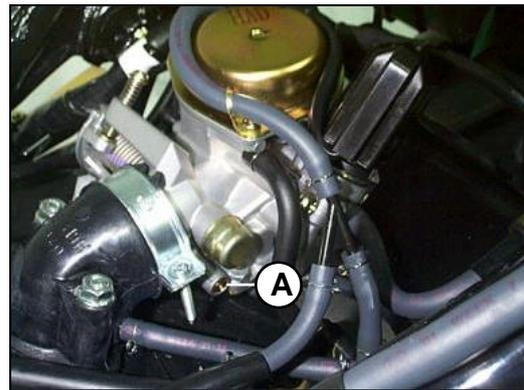

Fig. 16
6. Si las medidas no coinciden con las especificadas aumentar o disminuir las vueltas del tornillo de aire. **(A) Fig.16**